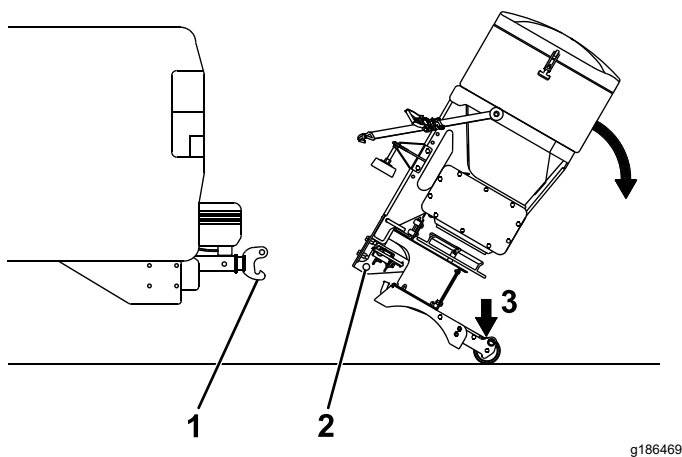

Figure 21
3. Empoignez fermement l'épandeur et appuyez le pied sur le pied de support pour le faire pivoter en arrière jusqu'à ce que la goupille inférieure de l'accouplement RT3 passe au-delà du crochet sur l'attelage RT3 (Figure 21).